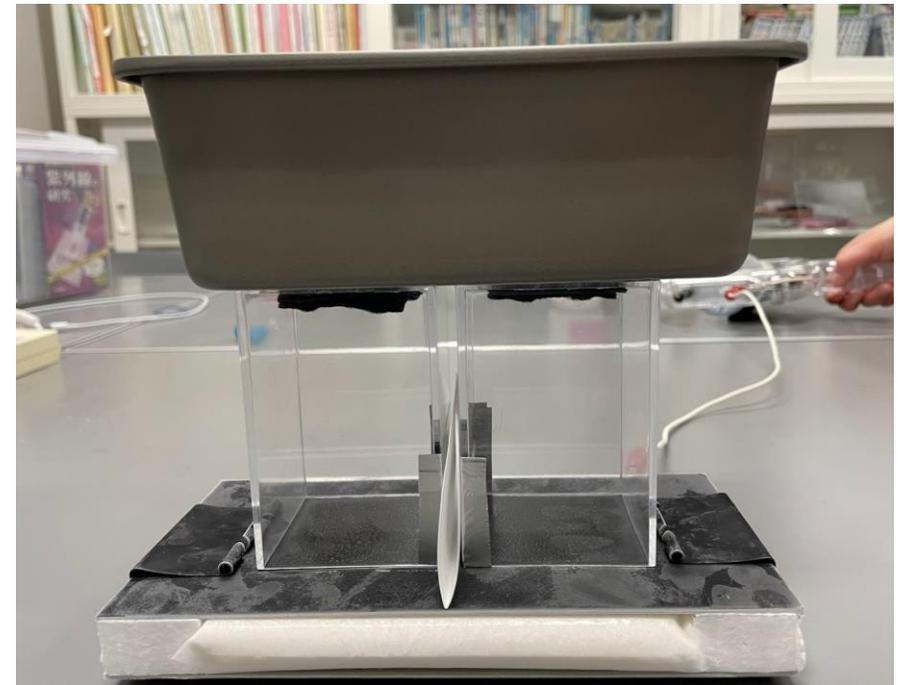

図20 金属容器をのせた様子
⑤加熱用の金属容器に80℃程度のお湯を入れ、2つの観察槽の上にのせる（図20）。